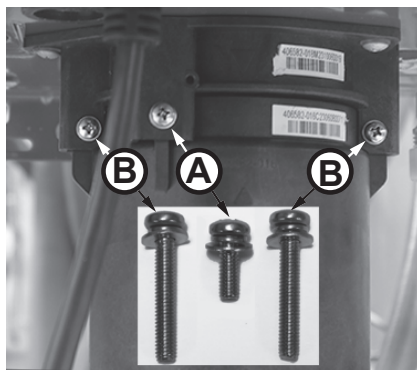

Figura 166 - Identifique los tornillos del cartucho
6 Ubique los tres (3) tornillos que fijan el cartucho X3®/de derivación como se muestra en la Figura 166. Retire el tornillo M4-12 mm **A** y los dos tornillos M4-25 mm **B** del cartucho. Deje los tornillos a un lado en un lugar seguro para volver a instalarlos.